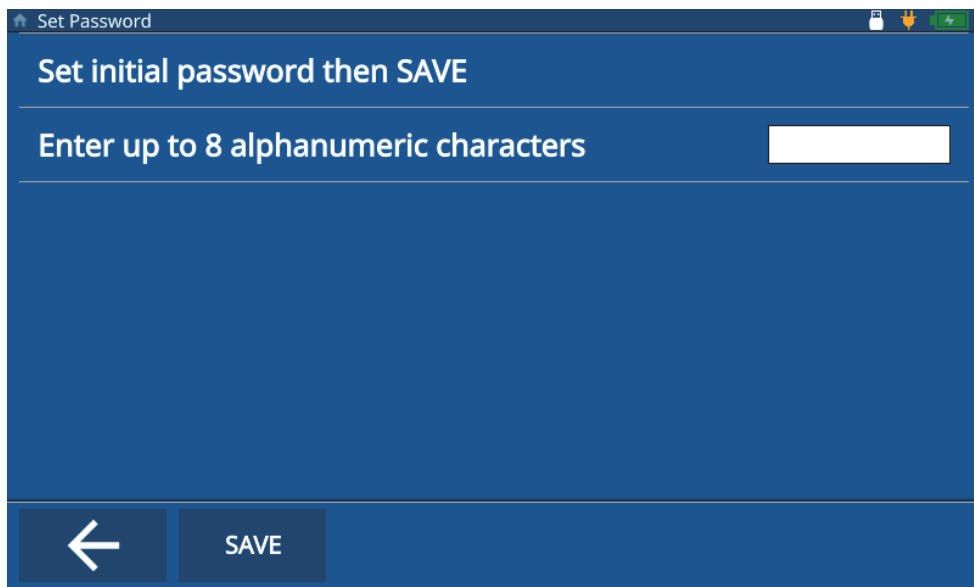

Figura 8-2 Pantalla para configurar contraseña
5. [Paso opcional] Pulse el botón **SET PWD** (Configurar contraseña), introduzca una nueva contraseña, y pulse el botón **SAVE** (Guardar) [ver Figura 8-2 en la página 79].